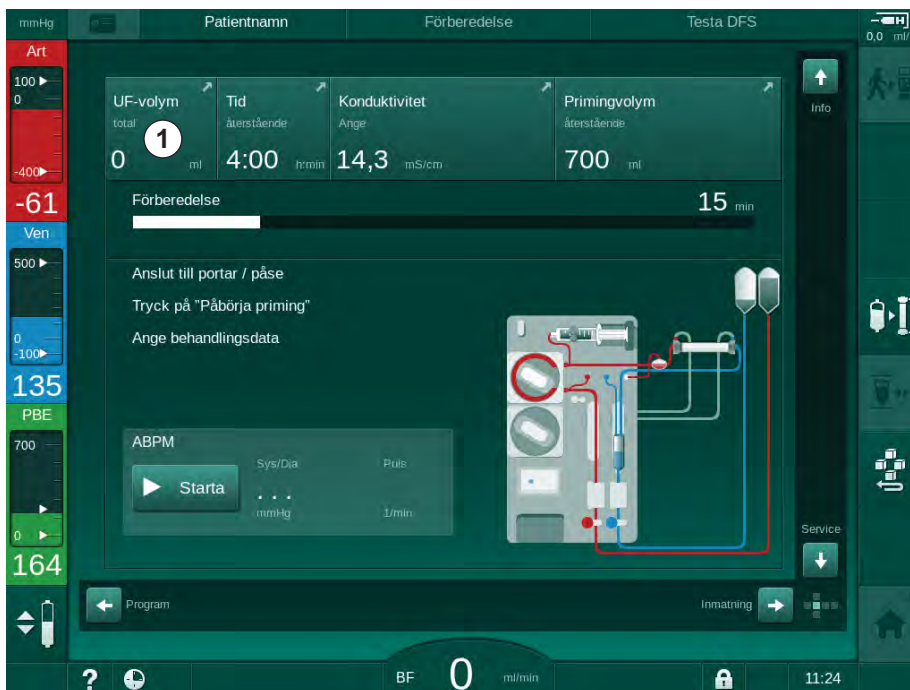

Bild 5-11 Genväg till *Ordination*
1. Växla till skärmen *Inmatning* med hjälp av rullningslisterna och tryck på ikonen *Ordination* eller på genvägen ① på skärmen *Hem* (Bild 5-11).